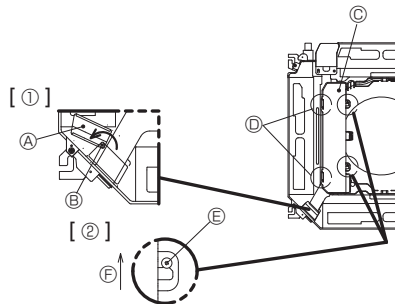

Fig. 5-4
1. Die einzelne Schraube, die die Abdeckung der Elektro Schalttafel befestigt, am Kabeleingang (Leitung für den optionalen VENTILKIT) lösen und die Schalttafel in die in der Abbildung gezeigte Position drehen. [Fig. 5-4 ①]
2. Die beiden Befestigungsschrauben des Elektrokastendeckels lösen und dann den Deckel verschieben. [Fig. 5-4 ②]